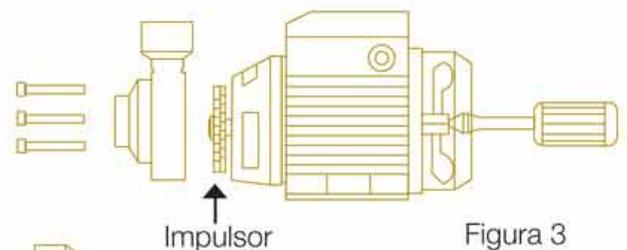

Figura 3
- Una vez retirada la carcasa, puede observar el impulsor. (*Figura 3*).